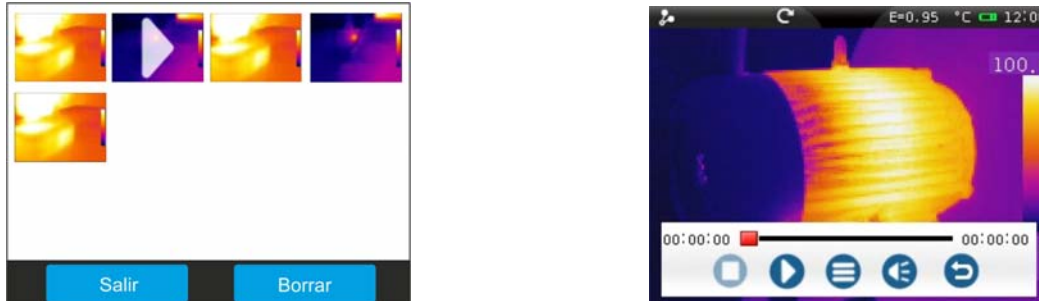

Fig. 68: Rellamada en pantalla video IR guardados
1. Toque el icono “” en el menú principal. Se muestra la siguiente pantalla (vea el Fig. 68 – Parte izquierda)
4. Toque el icono del video de la galería para volver a verlo. El video seleccionado tiene un símbolo “▶” delante. Se muestra la pantalla de Fig. 68 – Parte derecha. El significado de los símbolos presentes es el siguiente: